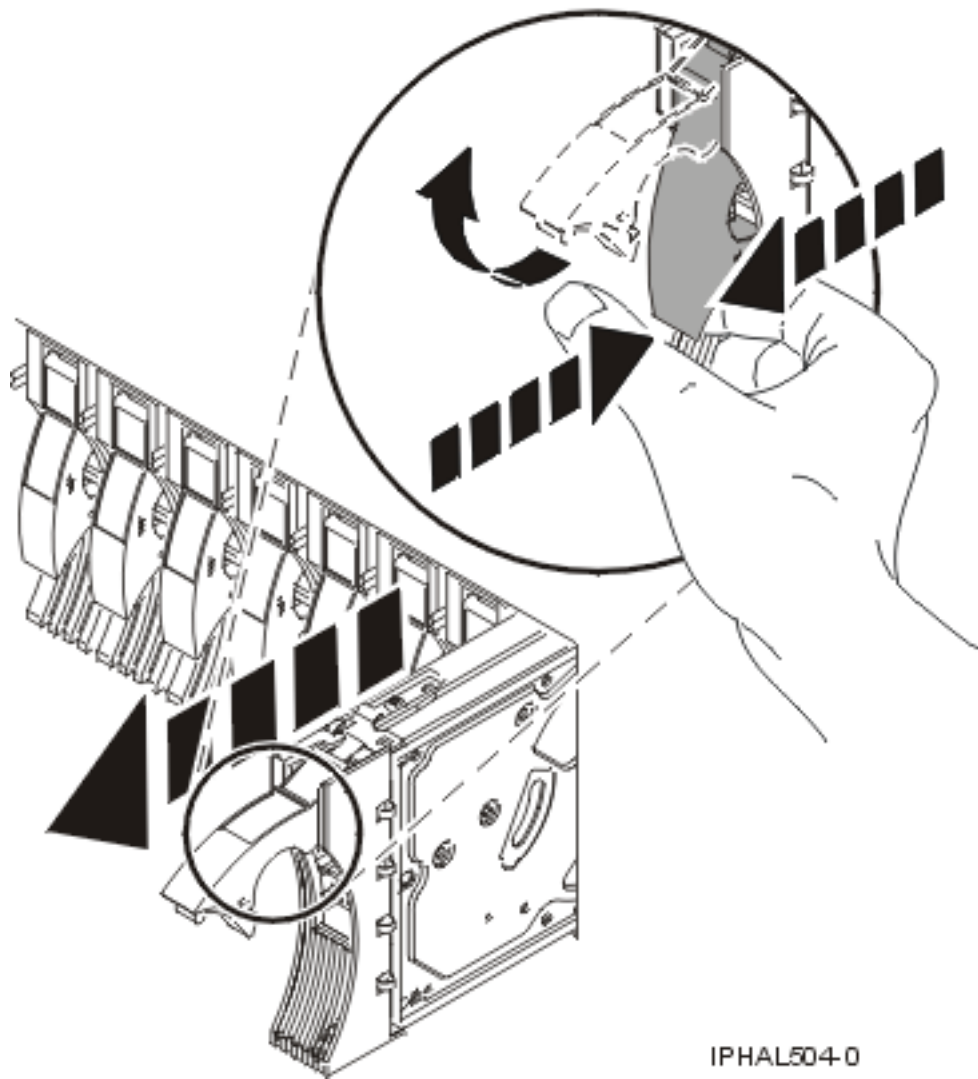

Figure 92. Retrait d'une unité de disques d'un modèle ou 7311-D20
1. Déverrouillez la poignée de l'unité de disques en appuyant dessus et en la tirant vers vous (voir figure 92).